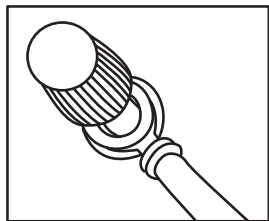

Fig. 1
- Slăbiți piulița roșie **16** de la inverterului de tensiune **1**. Ghidați urechea furcă roșie a cablului cu fișă pentru brichetă auto la 12 V **12** cu deschiderea prin conectorul cu șurub **7** (a se vedea fig. 1). Aveți grijă ca șaiba să se afle între urechea furcă și piuliță **16**.
- Slăbiți piulița neagră **17** de la inverterului de tensiune **1**. Ghidați urechea furcă neagră a cablului cu fișă pentru brichetă auto la 12 V **12** cu deschiderea prin conectorul cu șurub la 12 V **8** (a se vedea fig. 1). Aveți grijă ca șaiba să se afle între urechea furcă și piuliță **17**.
- Slăbiți piulița roșie **16** de la invertorului de tensiune **1**. Ghidați urechea furcă roșie a cablului cu clemă de conectare roșu **10** prin conectorul cu șurub la 12 V **7** (a se vedea fig. 1). Aveți grijă ca șaiba să se afle între urechea furcă și piuliță **16**.
- Slăbiți piulița neagră **17** de la invertorului de tensiune **1**. Ghidați urechea furcă neagră a cablului cu clemă de conectare negru **11** prin conectorul cu șurub **8** (a se vedea fig. 1). Aveți grijă ca șaiba să se afle între urechea furcă și piuliță **17**.